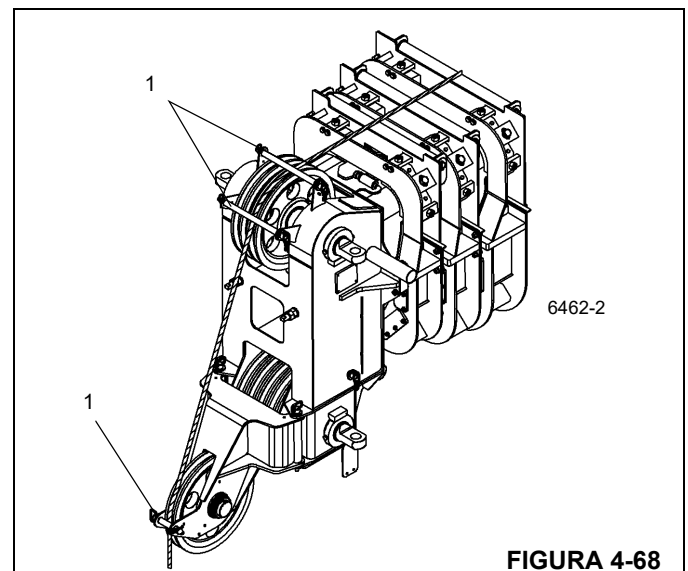

FIGURA 4-68
- Retire las varillas de sujeción del cable (1) de la cabeza de la pluma principal y de la punta de la pluma de polea única auxiliar (Figura 4-68).